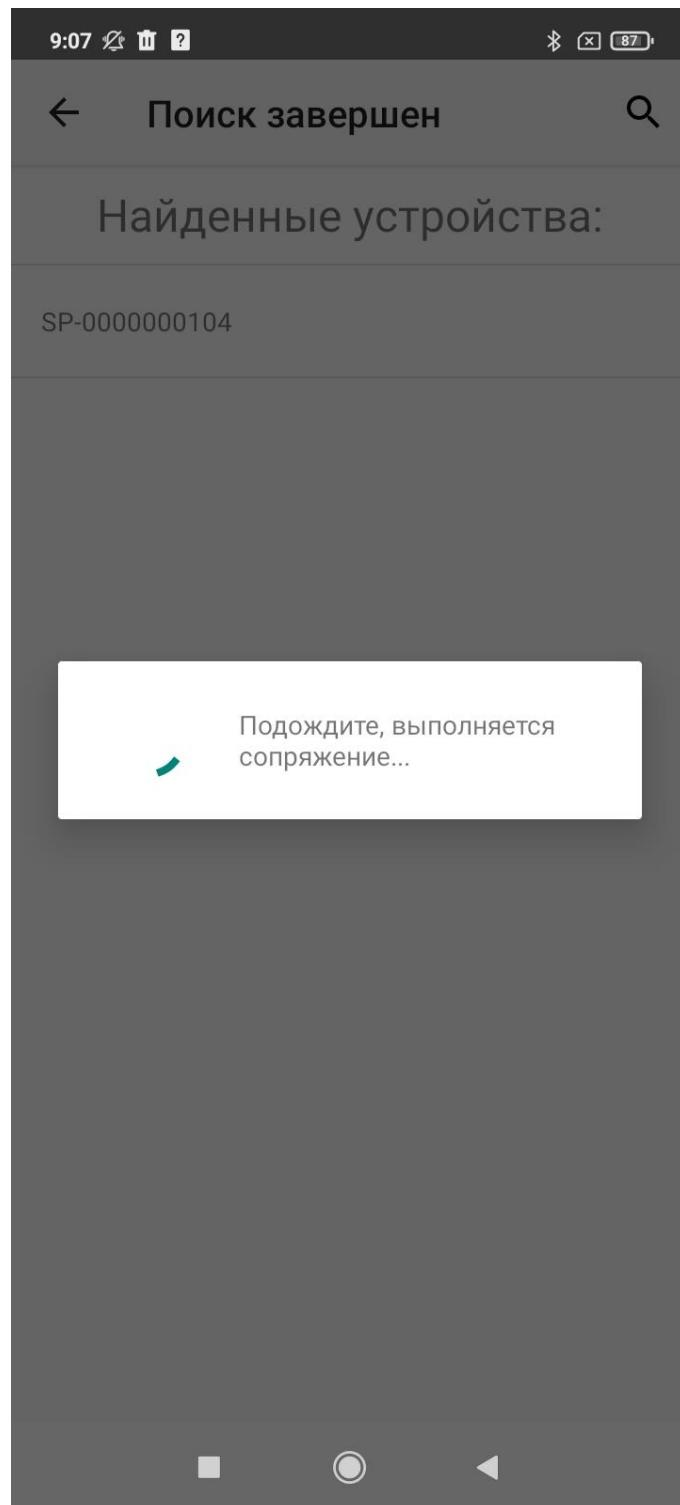

Рисунок 7. Меню сопряжения
8. Необходимо нажать на это устройство, затем откроется меню сопряжения, рисунок 7.